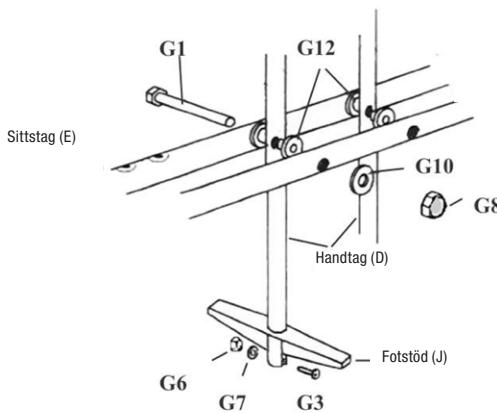

Fig 14
- 9.** Tryck i plastyrlor (G11) i sidohålen på handtagen. Fäst sittstagen (E) till handtagen (D) med 85 mm M8 6-kantsbult (G1), M8 brickor (G10) och M8 kupolmuttrar (G8). Se till att hålen för sitsarna till tvillinggungan är uppåt.
10. Fäst fotstöden (J) till undre delen av handtagen med 42 mm insexbult (G3), M6 brickor (G7) och M6 kupolmuttrar (G6). Dra åt alla muttrar. Se fig 14.